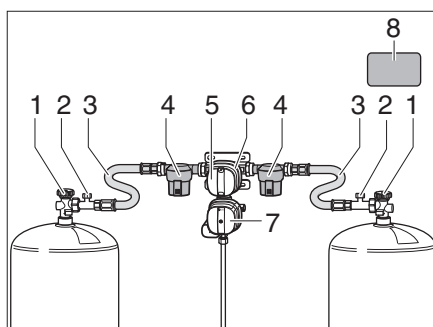
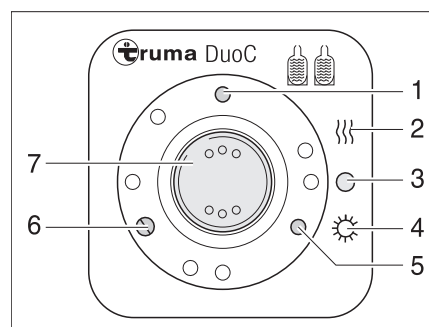
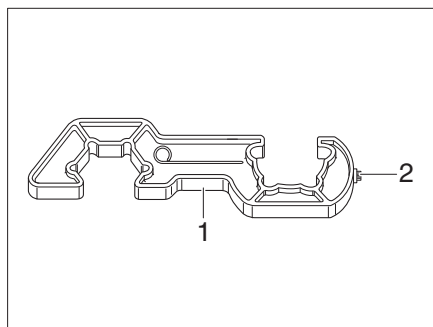
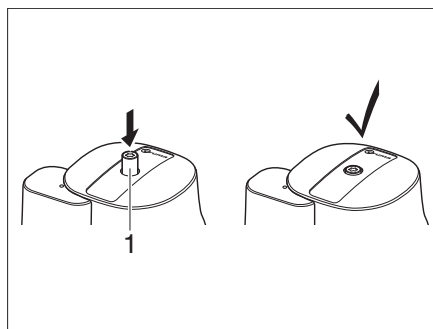

Fig. 229 Impianto di commutazione DuoControl
Fig. 230 Centralina di controllo
Fig. 232 Strumento ausiliario
Fig. 233 Sensore di crash
L'impianto di commutazione DuoControl è costituito da una valvola commutatrice (Fig. 229,6) e dalla centralina di controllo (Fig. 230). La valvola commutatrice è montata tra i tubi flessibili ad alta pressione (Fig. 229,3). Con la manopola (Fig. 229,5) sulla valvola commutatrice è possibile stabilire, quale delle bombole del gas viene utilizzata come bombola in uso e quale bombola del gas viene utilizzata come bombola di riserva.
La valvola commutatrice (Fig. 229,6) è munita dell'impianto antighiaccio EisEx. In questo modo si possono evitare guasti nell'impianto del gas in inverno.
A monte della valvola commutatrice si trova su ogni lato un filtro del gas (Fig. 229,4) che protegge l'impianto del gas dall'olio e dalle impurità.
Sulla centralina di controllo (Fig. 230) possono essere gestite solo le funzioni elettriche. Le valvole principali di arresto (Fig. 229,1) delle bombole del gas devono essere aperte manualmente.
La valvola commutatrice garantisce una pressione del gas costante, indipendentemente da quale bombola provenga l'alimentazione del gas. Le due spie di controllo della centralina di controllo segnalano il livello della bombola in uso. Se la spia di controllo verde (Fig. 230,6) è accesa, la bombola in uso è piena. Se la spia di controllo rossa (Fig. 230,5) è accesa, la bombola in uso è vuota. In questo caso il gas viene fornito dalla bombola di riserva.
- Aprire le valvole principali di arresto (Fig. 229,1) delle bombole del gas.
- Con la manopola (Fig. 229,5) sulla valvola commutatrice (Fig. 229,6) selezionare la bombola del gas da cui proviene la principale alimentazione del gas (bombola in uso).
- Portare l'interruttore a bilico (Fig. 230,7) in posizione "O" (Fig. 230,3). La spia di controllo gialla (Fig. 230,1) si spegne.
- Chiudere le valvole principali di arresto (Fig. 229,1) delle bombole del gas.
Le spie di controllo sulla centralina di controllo (Fig. 230,5 e 6) segnalano all'interno del veicolo se la bombola del gas in uso è pronta.
Se la spia di controllo verde (Fig. 230,6) si spegne durante il funzionamento e la spia di controllo rossa (Fig. 230,5) si accende, la bombola del gas selezionata come bombola in uso è vuota e deve essere sostituita. La bombola di riserva continua ad alimentare le utenze a gas.
- ▶ Per avvitare e svitare i tubi flessibili ad alta pressione, utilizzare lo strumento ausiliario (Fig. 232,1). Esso garantisce la necessaria coppia di serraggio e impedisce che l'uso di utensili errati danneggi collegamento a vite.
- Chiudere la valvola principale di arresto (Fig. 229,1) della bombola del gas vuota.
- Svitare il tubo flessibile ad alta pressione (Fig. 229,3) dalla bombola del gas per mezzo dello strumento ausiliario (Fig. 232).
- Collegare la bombola del gas piena al tubo flessibile ad alta pressione (Fig. 229,3).
- Aprire la valvola principale di arresto (Fig. 229,1) della bombola del gas.
- Posizionare con un mezzo giro la manopola (Fig. 229,5) sulla valvola commutatrice (Fig. 229,6) in modo tale che la bombola del gas appena sostituita serva da bombola di riserva.
- Premere il pulsante (Fig. 229,2) del dispositivo antirottura del tubo flessibile ad alta pressione per attivarlo.
- Eventualmente premere il pulsante di reset (Fig. 233,1) del sensore di crash.
- ▶ Osservare l'etichetta di sicurezza (Fig. 229,8) applicata nel vano portabombole.
- Con il Torx T20 (Fig. 232,2) dello strumento ausiliario premere verso l'interno il pulsante di sbloccaggio (Fig. 233,1), ruotare leggermente in senso orario e mantenere in questa posizione per 5 secondi. Il sensore di crash è pronto quando il pulsante di sbloccaggio (Fig. 233,1) in rimane nella posizione premuta.
- Dopo aver sostituito la bombola del gas, premere vigorosamente il pulsante verde (Fig. 229,2) del tubo flessibile ad alta pressione (Fig. 229,3).